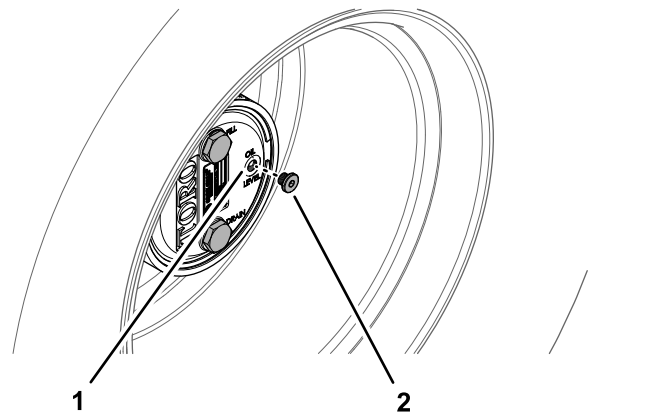

**Figure 80**
1. Garez la machine sur une surface plane et horizontale et positionnez la roue de sorte que le bouchon de remplissage se trouve à la position 12 heures, le bouchon de contrôle à la position 3 heures, et le bouchon de vidange à la position 6 heures (**Figure 80**).
2. Retirez le bouchon de contrôle à la position 3 heures (**Figure 80**).
1. Garez la machine sur une surface plane et horizontale et positionnez la roue de sorte que le bouchon de remplissage se trouve à la position 12 heures, le bouchon de contrôle à la position 3 heures, et le bouchon de vidange à la position 6 heures; voir la Figure 80 à la section Contrôle du niveau de lubrifiant du train planétaire (page 58).